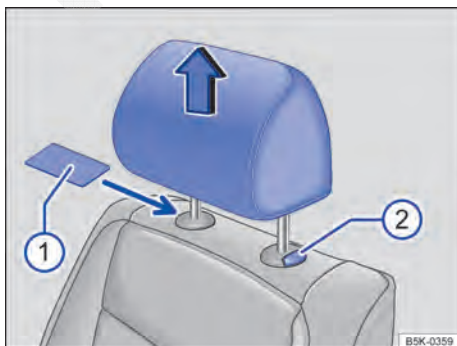

Fig. 56 Desinstalar o apoio para cabeça dianteiro.
- Se necessário, empurrar um objeto plano, por exemplo, um cartão de plástico, entre o revestimento do encosto do banco e a capa de cobertura da barra guia do apoio para cabeça → Fig. 56 para destravar.